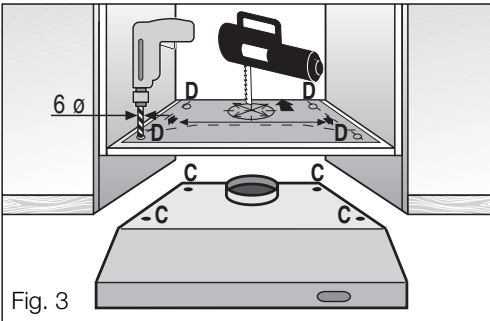
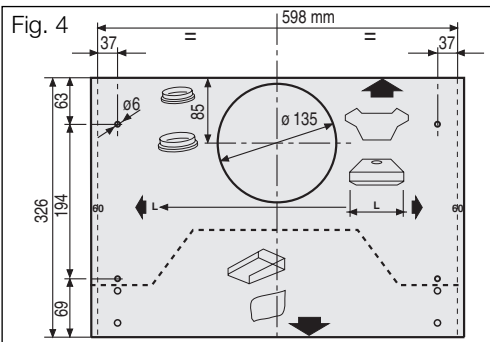

Fig. 3
Fig. 4
- Realizar una perforación en el suelo del armario basándose en los puntos de fijación **C** de la campana, fig. 1 y 3 o utilizando el correspondiente esquema, fig. 4, si ha sido suministrado en dotación, el borde con la flecha debe corresponder con el borde posterior del armario quedando el agujero pegado a la pared, fig. 3.
- Realizar también un orificio en el fondo y en el techo del armario para pasar el tubo de evacuación (es importante que este orificio tenga un diámetro 10 mm. más grande que el diámetro del tubo de evacuación utilizado), fig. 3.
- Introducir, desde la parte interna del armario, los 4 tornillos, suministrados con el aparato, y atornillarlos en los correspondientes orificios **D**, fig. 3.